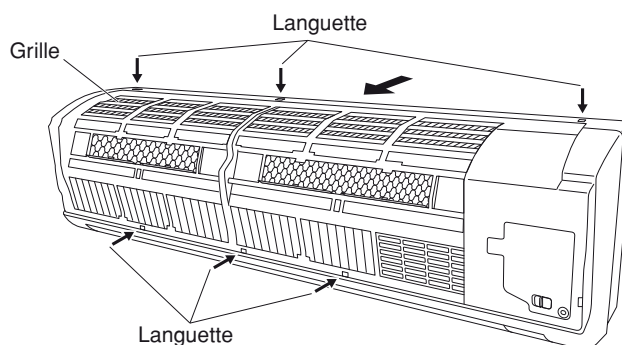

Fig. 18a-2
- (3) Appuyez sur les 3 languettes en haut de la grille et sur les 3 languettes à l'avant pour séparer la grille du bâti. (Fig. 18a-2)
- (4) Tirez la grille vers vous pour la déposer. (Fig. 18a-2)